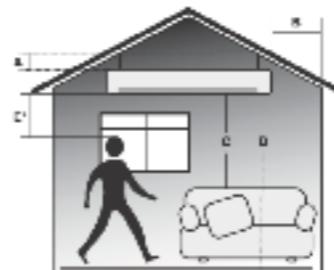

Рис.1
Минимальные расстояния от обогревателя до других поверхностей согласно рис. 1 приведены в таблице 2.
3. В соответствии с рис. 1 и таблицей 2 определите место установки обогревателя на потолке или на потолочных конструкциях с соблюдением минимальных расстояний от предметов и минимального расстояния от пола.